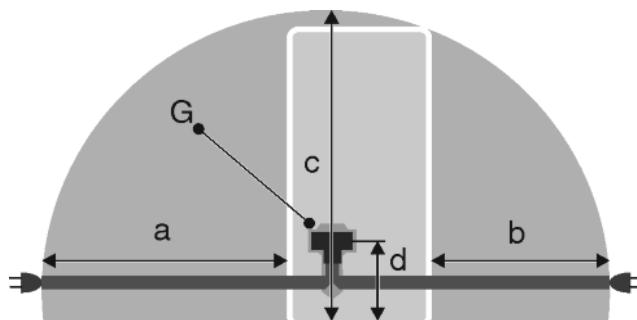

Fig. 29
- A konnektor a készülék hátoldali területén kívül helyezkedik el a megadott tartományban. *Fig. 29 (a, b, c)*
- Dugja be a csatlakozót *Fig. 29 (G)* a készülék hátoldalába. Figyeljen a megfelelő bekattanásra.